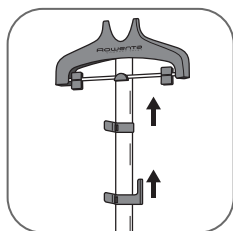

fig. 6a
6. Ajustez le mât à la hauteur voulue en le glissant vers le haut puis verrouillez les 2 clips. **(fig. 6a, 6b)**